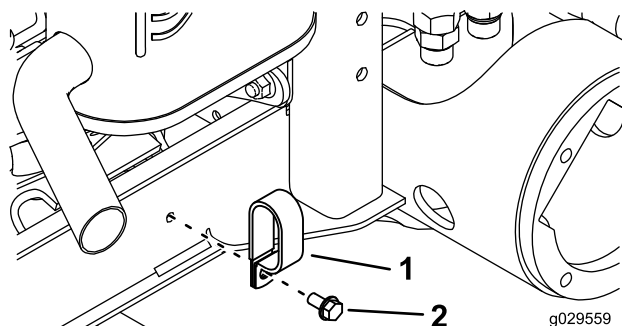

Figura 2
1. Retire el perno que sujeta la abrazadera al canal del bastidor en el lado derecho de la máquina (Figura 2).